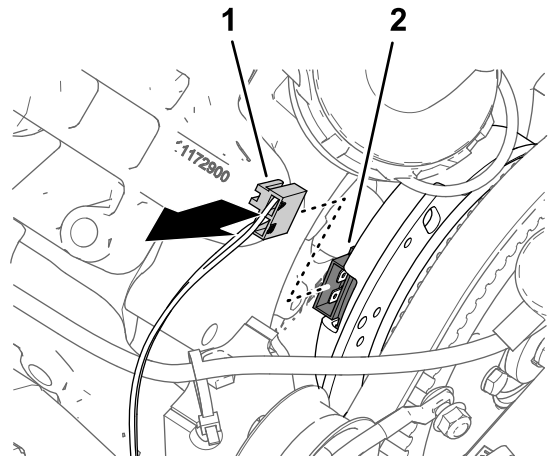

Figure 166
1. Débranchez le connecteur à 2 douilles du faisceau de la machine étiqueté SPRAY PUMP COIL du connecteur à 2 broches de l'alternateur (Figure 166).